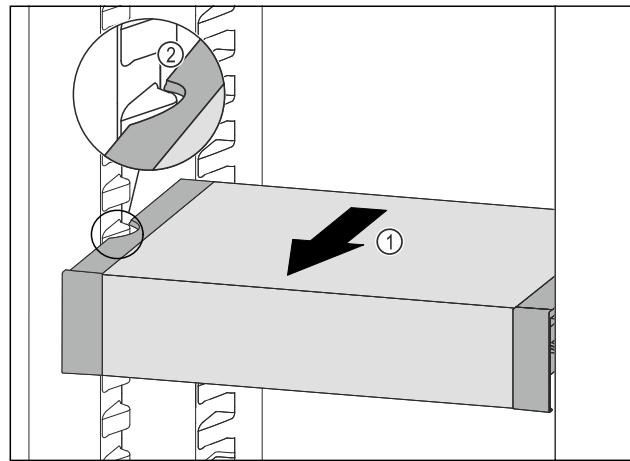

Fig. 65
- Изтеглете VarioSafe напред Fig. 65 (1), докато страничните прорези на VarioSafe се намират на височината на реброто на съда в хладилната част. Fig. 65 (2)